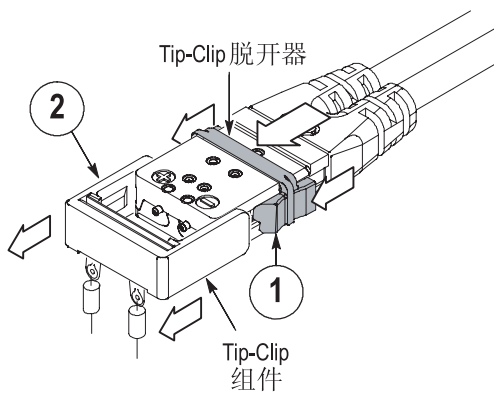

图 8：取下 Tip-Clip 组件
1. 抓住 Tip-Clip 脱开器的两侧，向探头端部的前方推 Tip-Clip 脱开器。您会感觉到 Tip-Clip 脱开器“咔哒”一声越过探头端部的一个突出位置，这时 Tip-Clip 组件就会松动。请参阅图 8。